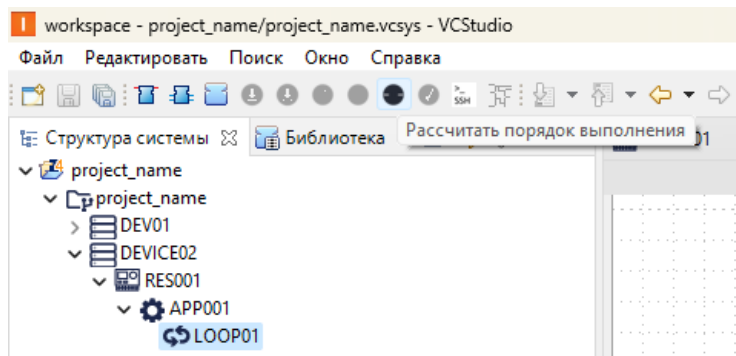

Рисунок 56 – Назначение порядка выполнения ФБ в алгоритме
3. Явно через команду автоматического расчета «Рассчитать порядок выполнения» (см. Рисунок 56) (для этого, нужно выделить контур и нажать на быструю клавишу). После выполнения команды автоматический алгоритм